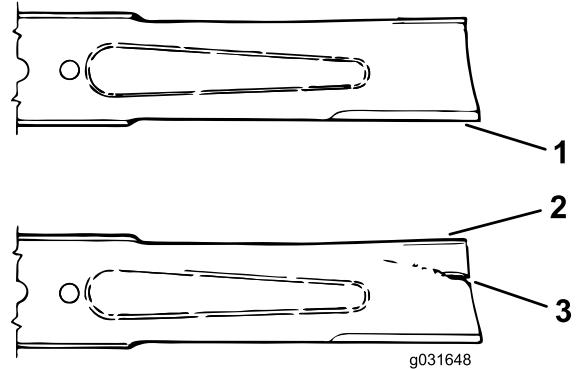

Рисунок 73
3. Осторожно проверьте режущие кромки ножей, особенно в точке соединения плоской и изогнутой частей ножа (Рисунок 73).